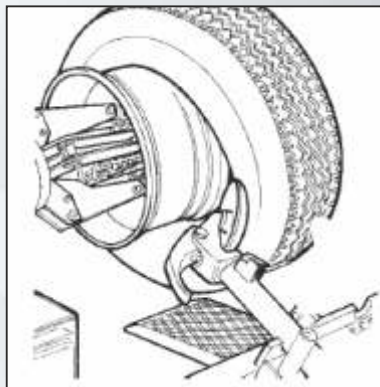

Рисунок 16
1) Если шина снимается легко, после освобождения бортиков протолкните отжимной диск шины, пока не покажутся оба бортика (см. рис.16).